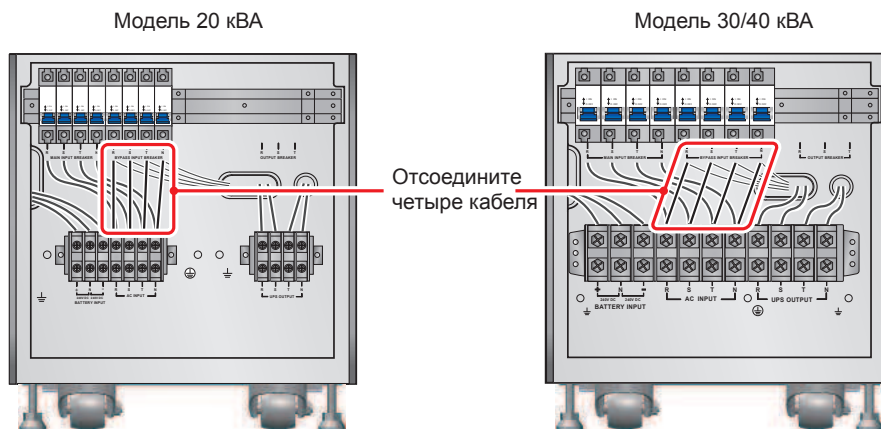

Рис. 6-7. Отключение четырёх кабелей, соединяющих блок зажимов сетевого входа с входным размыкателем байпаса
2. Или удалите четыре кабеля, соединяющие блок зажимов сетевого входа и входной размыкатель байпаса (см. **рис. 6-7**). Подключите кабели сети переменного тока R, S, T и N к входному размыкателю байпаса.